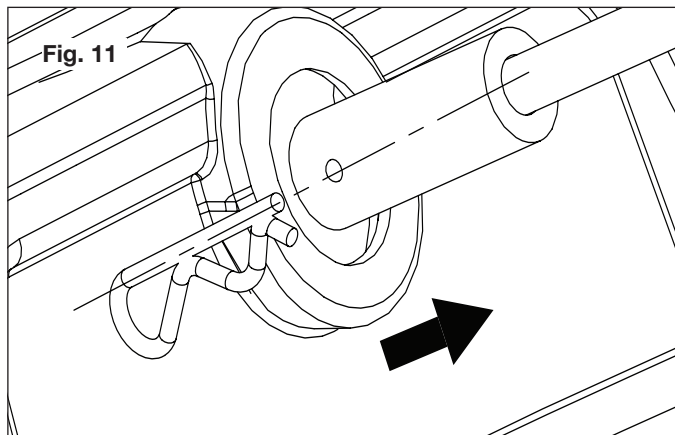

Fig. 11
3. Une fois en place, attachez la tige inférieure de manivelle à l'aide de la goupille fendue (Fig. 11 et 12).